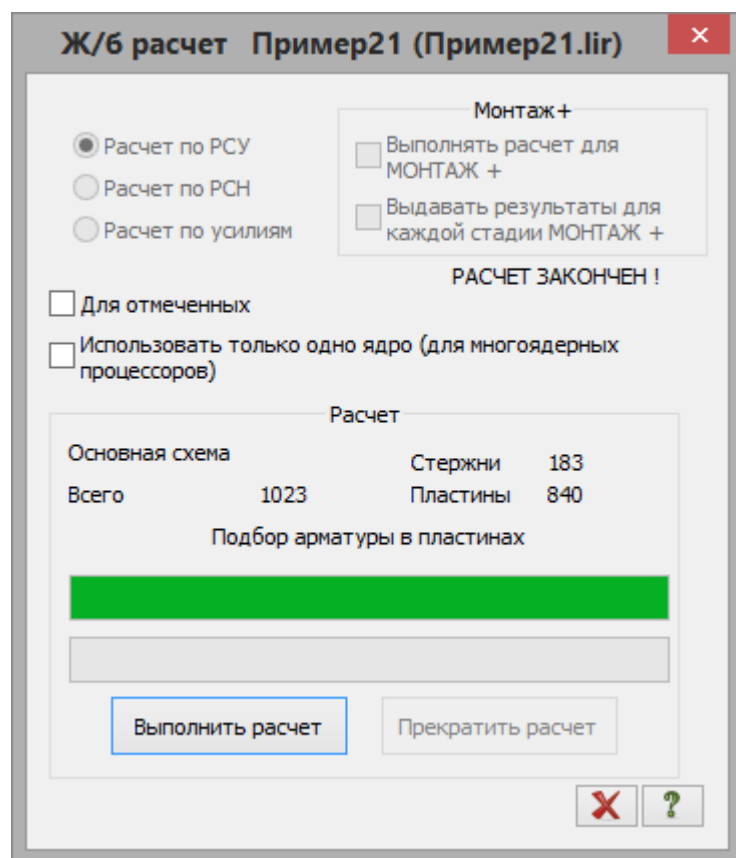

Рис.21.24. Диалоговое окно **Ж/б расчет**
- В появившемся диалоговом окне **Ж/б расчет** (рис.21.24) щелкните по кнопке **Выполнить расчет**.